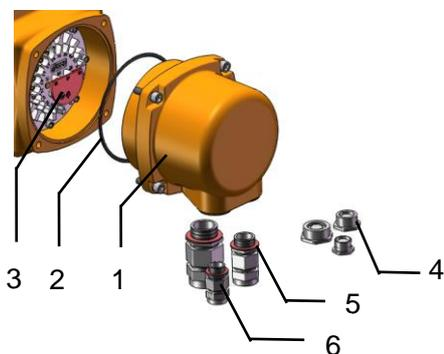

图 1
- 旋开分体控制单元支架上的端子保护盖，如图 1 所示。
注：分体式智能变频控制单元支架预留外接地端（见图 1）。
- 拆下双密封接线单元的接线盒盖1（内附有自封袋包装的接线图、螺丝、垫片）以及“O”型密封圈2，如图1所示。